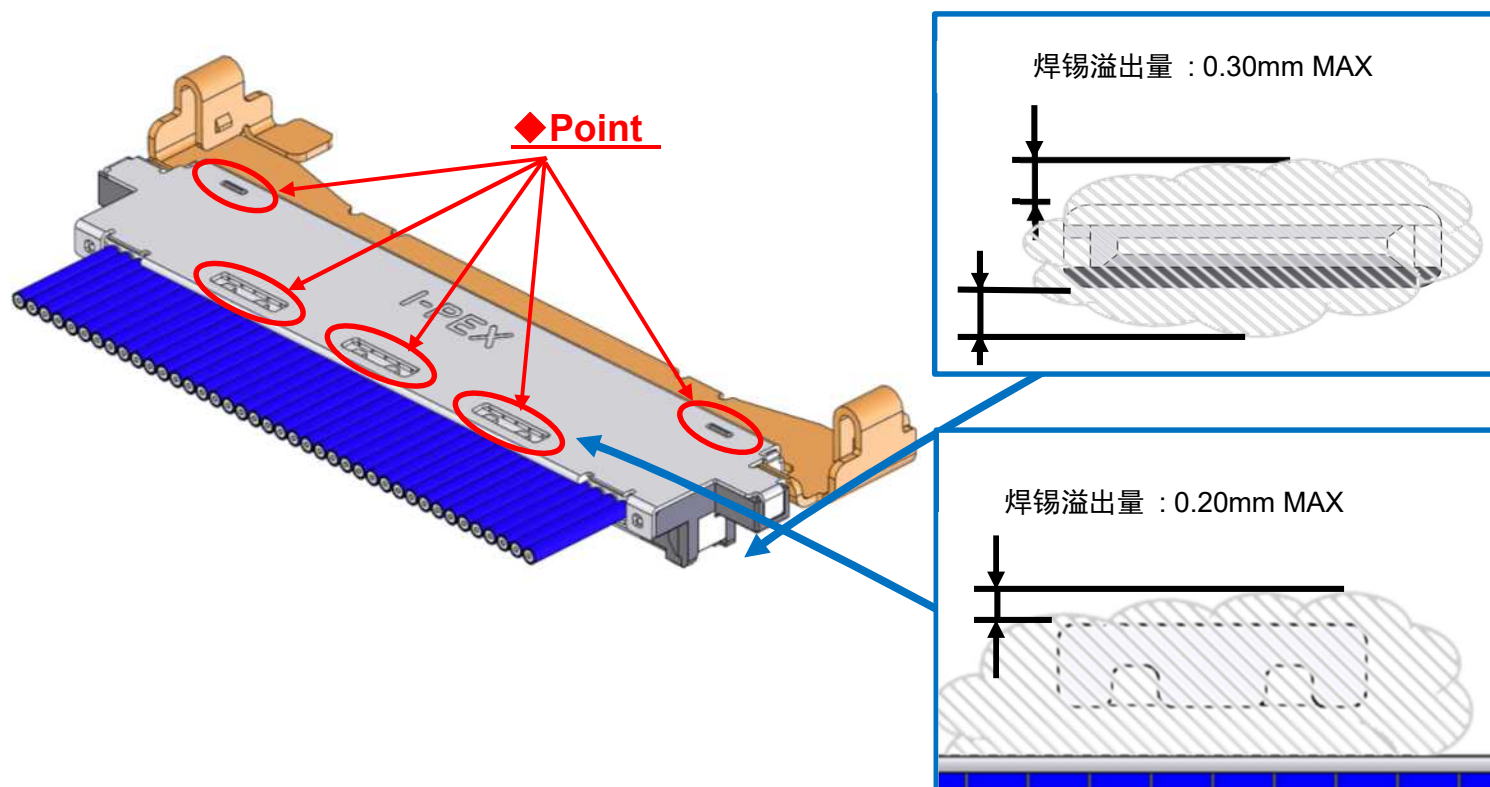

图.7 焊接 SHELL-A 和 GND BAR
③用电烙铁焊接 SHELL-A、B 和 GND BAR。(图. 7, 8◆部)